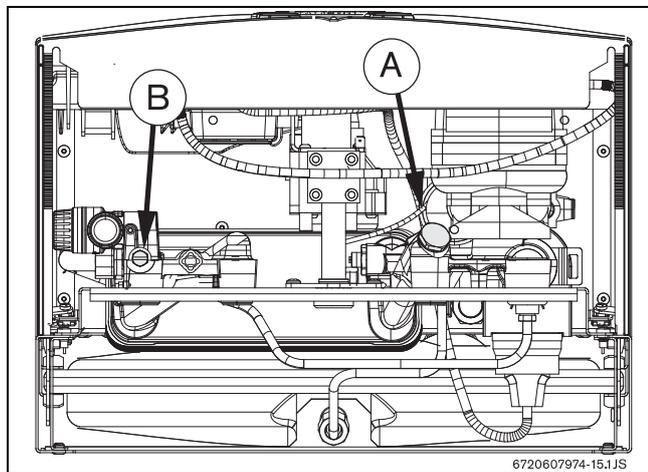

Fig. 32
- ▶ Desapertar o tampão (Fig. 32, Pos. A).
- ▶ Desaparafusar o parafuso de purga (Fig. 32, Pos. B).